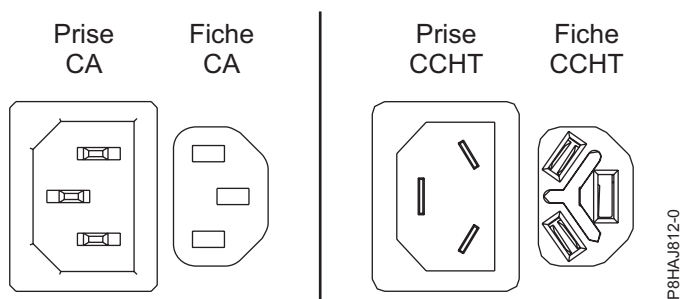
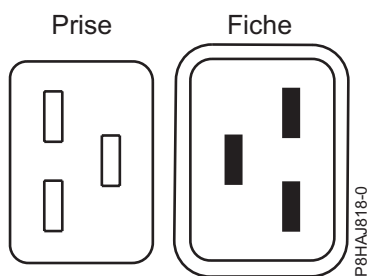
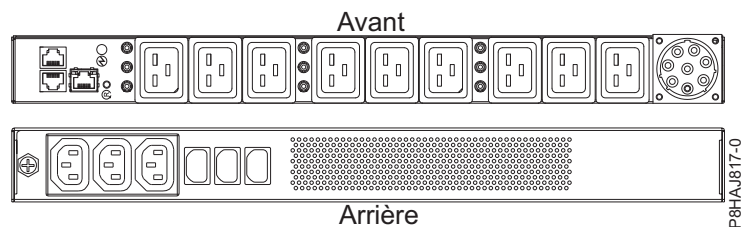

Figure 15. Connecteurs CA et CCHT
Figure 16. Connecteurs pour le système 8408-44E
Figure 17. Unité d'alimentation pour le système 8408-44E
La figure 15 représente les connecteurs pour courant alternatif (CA) et courant continu haute tension (CCHT) pris en charge. Les figure 16 et figure 17 illustrent les connecteurs et l'unité d'alimentation (PDU) pris en charge pour le système 8408-44E.